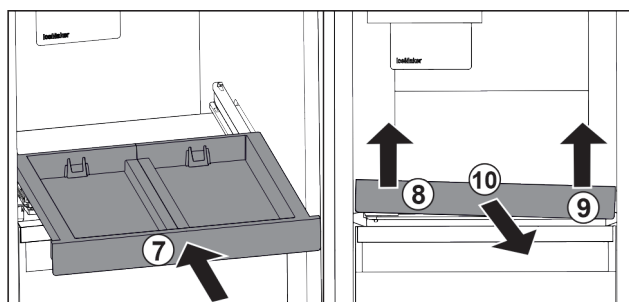

Fig. 82
- ▶ Zasuňte vysouvací přihrádku. Fig. 82 (7)
- ▶ Vysouvací přihrádku vpředu vlevo nadzvedněte. Fig. 82 (8)
- ▶ Vysouvací přihrádku vpředu vpravo nadzvedněte. Fig. 82 (9)
- ▶ Odeberte vysouvací přihrádku směrem dopředu. Fig. 82 (10)